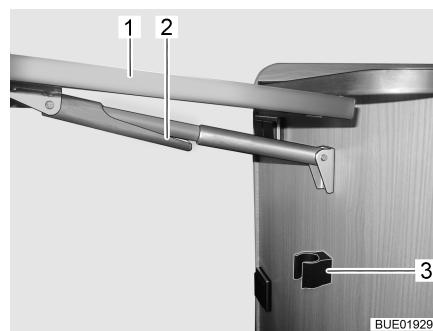

Fig. 31 Replier la table pliante/surface de travail
- Saisir la table pliante/surface de travail (Fig. 31,1) et la soulever légèrement. De l'autre main, faire basculer la fixation (Fig. 31,2) du support télescopique vers le bas.
- Faire basculer le plateau de table vers le bas jusqu'à ce que le support télescopique s'enclenche dans le support (Fig. 31,3).